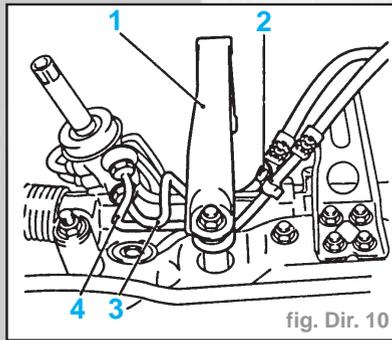

fig. Dir. 10
- Démontez le support arrière (1) du bloc amortisseur de moteur du bloc amortisseur de moteur (fig. Dir. 10).